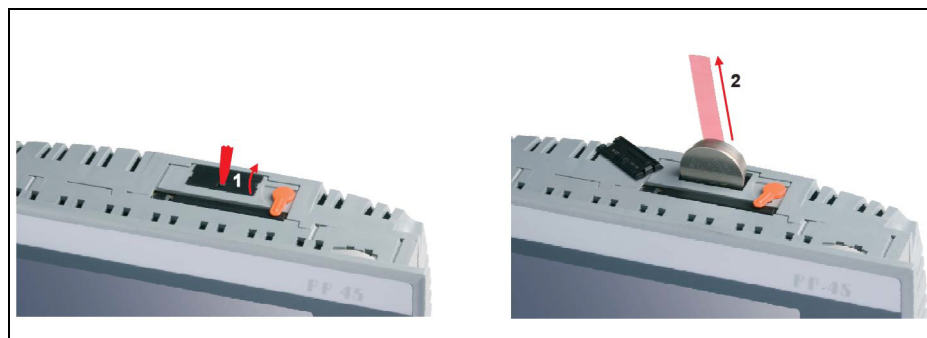

图 31 电池更换
用相应尺寸的螺丝刀拆掉平板电脑上部的电池盖板（图 31，位置 1）。
- 6. 用已装入的拔出带（图 31, 位置 2）将用过的电池（型号：CR2477N）小心地从电池座中拔出来。